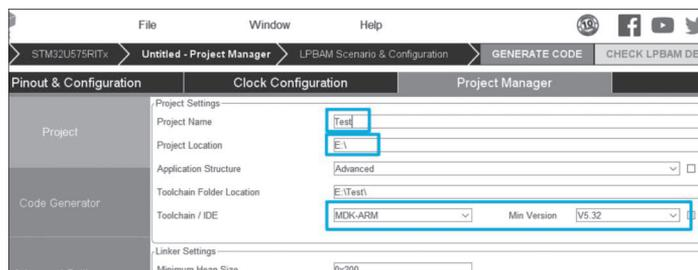

图 3.38 工程设置页面
(4) 由于不使用外设, 所以直接进入 Project Manager 页面设置工程即可。在 Project 栏目中, 需要设置工程名称、工程目录以及使用的 Toolchain/IDE。注意, 目录中必须为全英文。本实验使用 MDK-ARM 进行编译, 选择默认的版本号即可, 如图 3.38 所示。